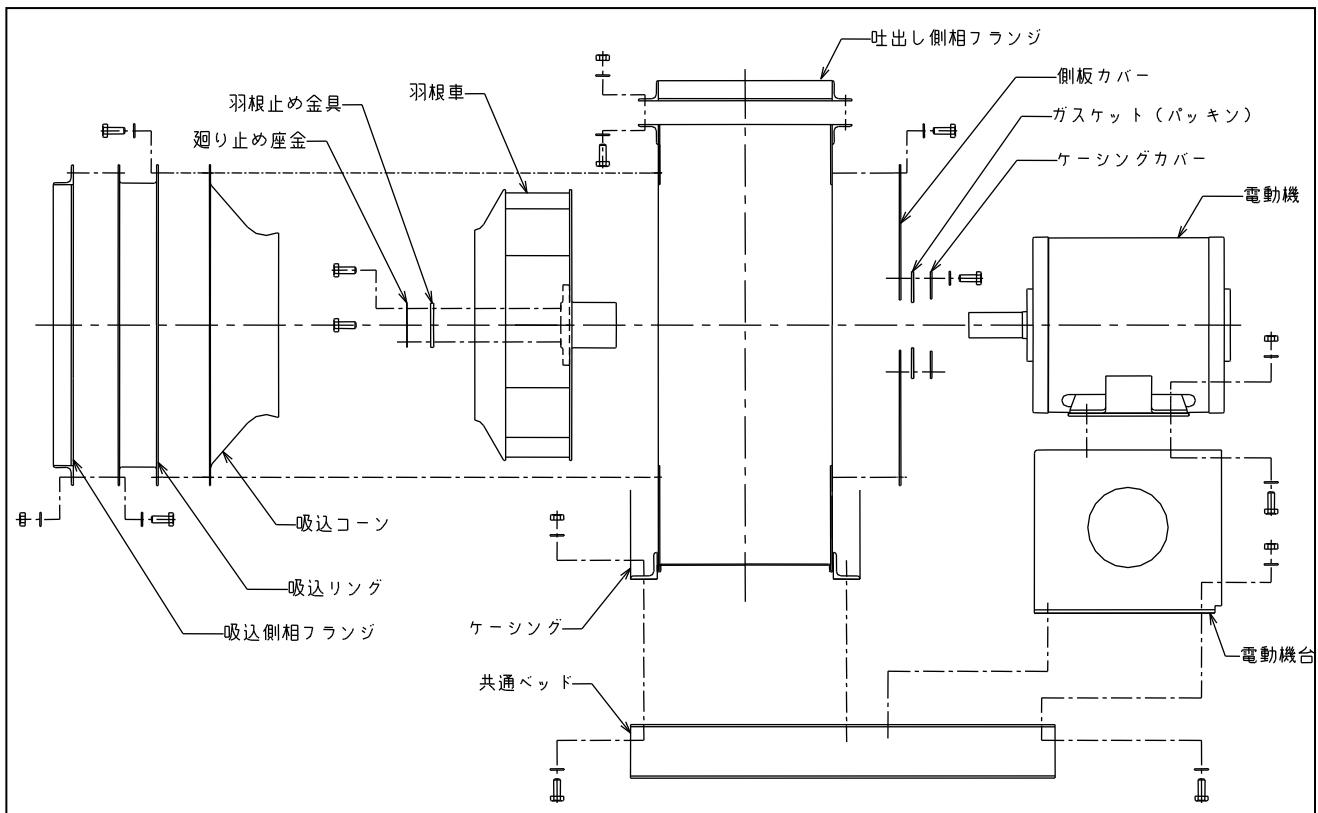

図19 SMTE 3型分解組立図 (例)
- (8) S M T E 3 型は、側板カバーを外すことにより、羽根車、電動機及び電動機台を一体でケーシングから取り出すことができます。羽根車を電動機軸から取外す場合、引抜き用ネジを利用して抜いて下さい。廻り止め座金、羽根止め金具は先に外しておいてください。（図19）
- (9) 回転体をケーシングから取出す場合、ケーシング付近に羽根車の仮受台をつくり、軸・ケーシングなどに傷がつかないようにしてください。また、仮受台にも当板を行い、羽根車に傷がつかないようにしてください。